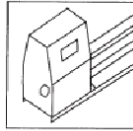

Figure 1
2. Desfaceți șuruburile hexagonale cu kit comutator (vezi fig. 1)